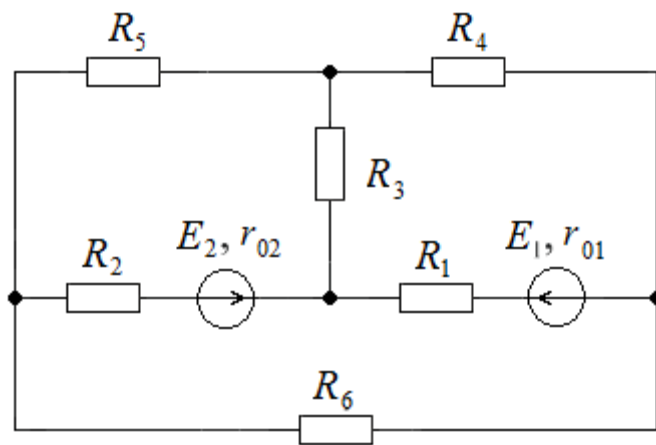

Рис. 122
55. Методом узловых потенциалов определить токи в электрической цепи (рис. 122), если $E_1 = 20$ В; $E_2 = 30$ В; $R_1 = 50$ Ом; $R_2 = 40$ Ом; $R_3 = 30$ Ом; $R_4 = 25$ Ом; $R_5 = 50$ Ом; $R_6 = 15$ Ом; $r_{01} = 2$ Ом; $r_{02} = 2$ Ом.